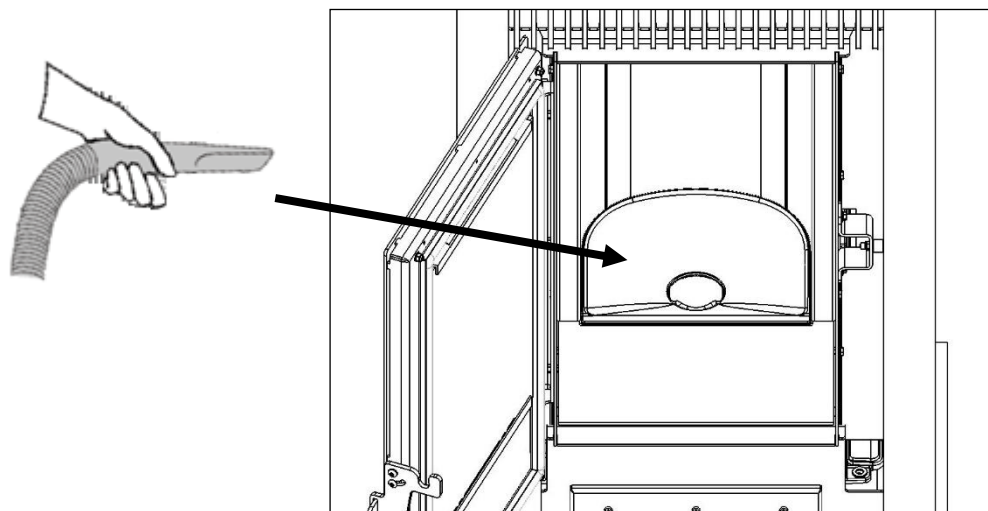

Fig. 10.4
6. À l'aide d'un aspirateur à cendres, aspirez les restes de cendres à l'extérieur du brûleur, ou vous pouvez également utiliser une brosse ou brosse à poils souples pour pousser la suie et les cendres accumulées dans le brûleur, qui se videra automatiquement lorsque vous allumerez le poêle. (voir **fig. 10.4**).